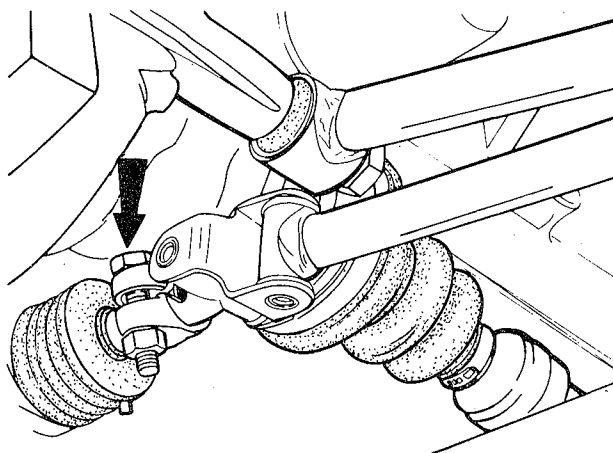

fig. 19
4. Soltar o parafuso da braçadeira de fixação do tirante ao eixo seletor (fig. 19)
4. Soltar o parafuso da braçadeira de fixação do tirante ao eixo seletor (fig. 19), cuidando para não desencaixar o eixo do tirante
12. Soltar o parafuso da braçadeira de fixação do tirante ao eixo seletor, e desligar o eixo do tirante (fig. 19)